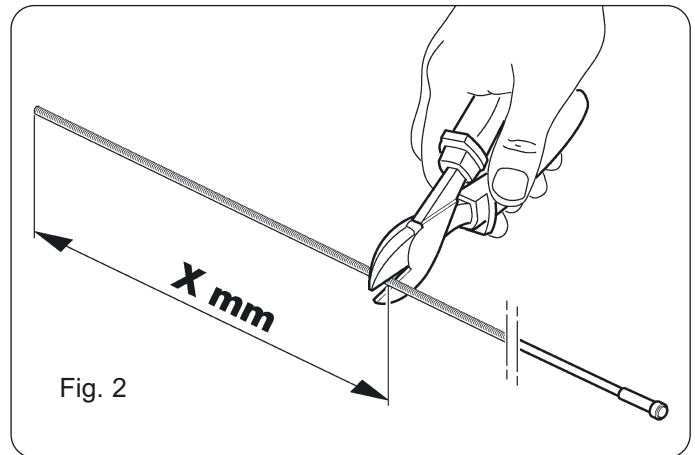
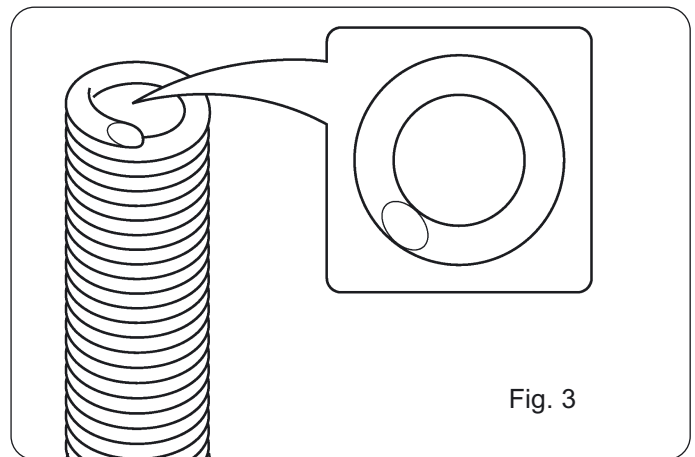

Fig. 2
Fig. 3
- Den Drahtführungsschlauch herausziehen und das Ende um die zuvor gemessene Länge kürzen (siehe Abb. 2). Der Schnitt muss mit einem sehr scharfen Werkzeug ausgeführt werden, damit keine Grate entstehen, die die Passage des Drahts behindern (siehe Abb. 3).